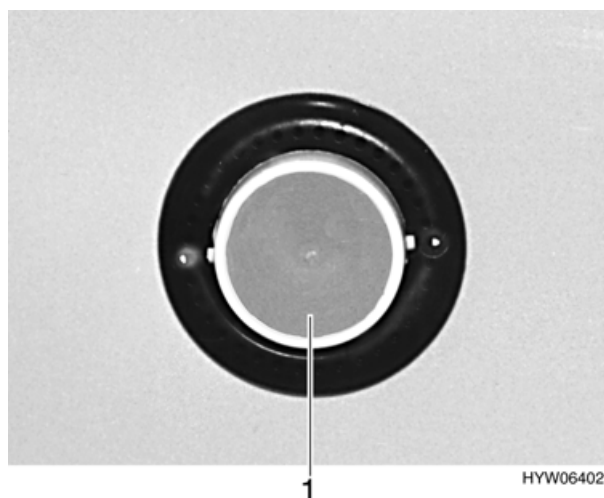

Fig. 97 Illuminazione del vano WC
- Comprimerne il vetro della luce (Fig. 97,1) ai due naselli e estrarlo.